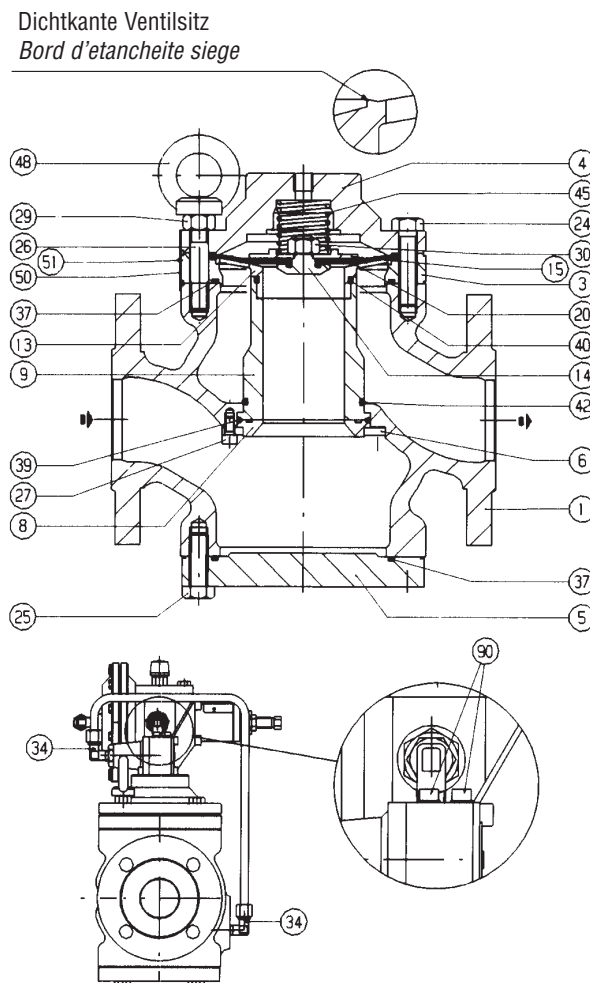

Fig. 25
6.1 TAB. 14 DETENDEUR APERVAL (FIG. 25)
Basisregler (Abb. 25)
Détendeur simple (Fig. 25)
- 1) Die Verbindungsleitung zwischen den Anschlüssen (33) und (34) und diejenige zwischen dem Pilotregler und dem ausgangsseitigen Impulsanschluss abnehmen.
- 2) Die Schrauben (90) (Abb. 25) herausnehmen und die Baugruppe AR73 + 30./.. vom Membrandeckel (4) des Reglers abnehmen.
- 3) Die Schrauben (71) herausdrehen und den Membrandeckel abheben.
- 4) Fortfahren wie unter Punkt (4) bis (8) auf S. 46.
- 5) Die Ringschrauben (79) herausschrauben und den Flansch (58) abnehmen.
- 6) Den Korb (64) mit den Dichtungen (87) und (88) herausnehmen.
- 7) Die Spannstangen (66) und (67) sowie das Gehäuse (60) herausnehmen.
- 8) Die Schrauben (69), die Unterlegscheiben (70) und danach den Flansch (59) abnehmen.